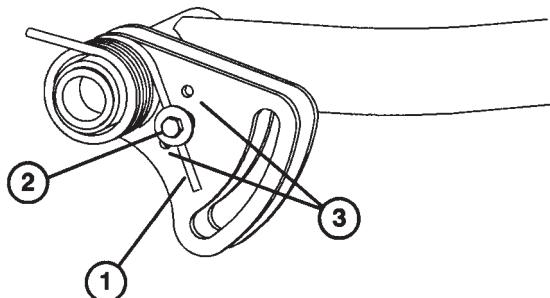

図 29
2. スプリングの張力をゆるめながら、キャップスクリュとロックナットを外す(図29)。
3. スプリングの張力をゆるめながら、スプリング・ブラケットを希望位置に移動し、キャップスクリュとロックナットで固定する(図29)